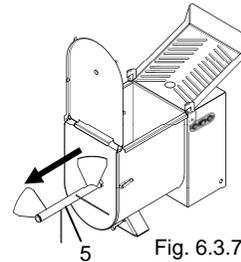

Fig. 6.3.7
- Prendre le bras mélangeur "5" Fig. 6.3.7 et l'extraire en tirant vers soi.